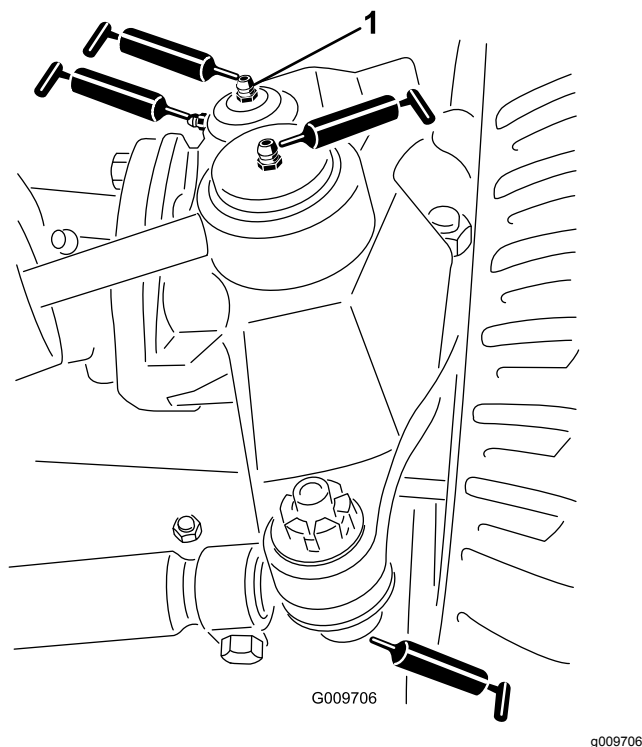

Рисунок 60
- Шаровые опоры гидроцилиндра рулевого управления (2 шт.), как показано на Рисунок 60.
- Шаровые опоры поперечной тяги (2 шт.), как показано на Рисунок 60.
- Втулки поворотных шкворней (2 шт.), как показано на Рисунок 60.